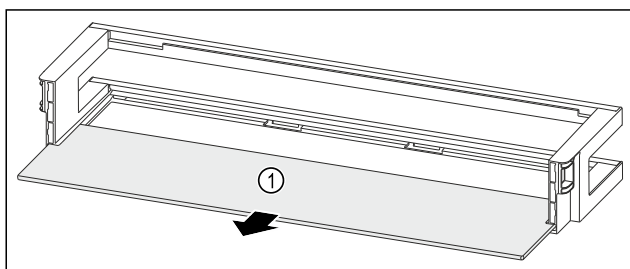

Fig. 212 Dveřní přihrádka s odkládací plochou
- ▶ Odkládací plochu Fig. 212 (1) odeberte.